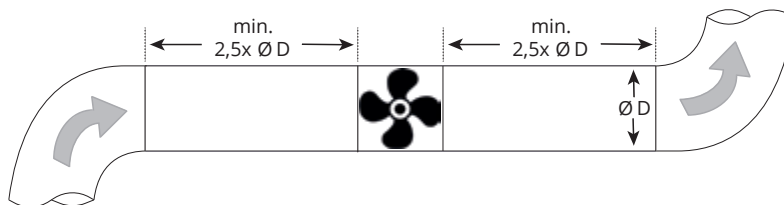

Bild 1 Gerade Kanäle
- ◆ Ein gleichmäßiger und konstanter Luftstrom zum Gerät ist sicherzustellen. Eine freie Fortluft ist sicherzustellen. Siehe Bild 1 *Gerade Kanäle*.